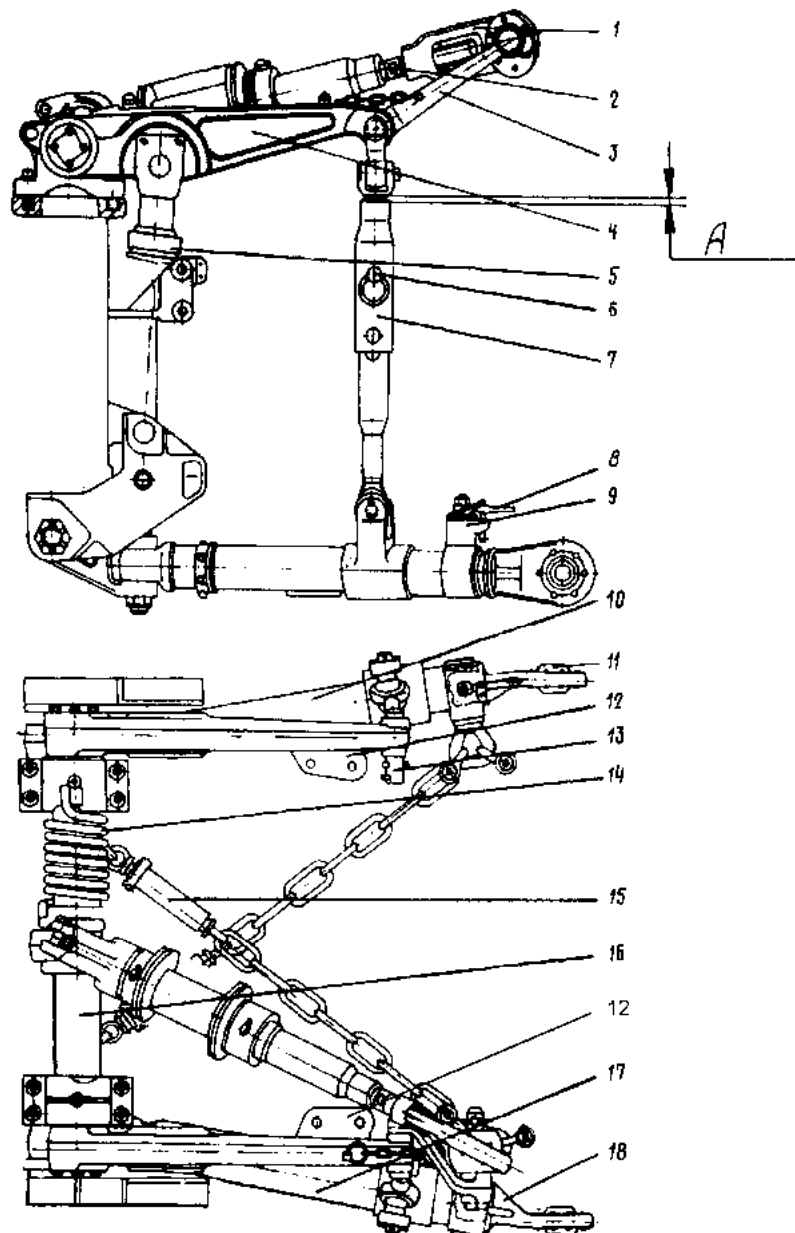

Рис. 72. Навесное устройство
- а) установите навешиваемую машину в рабочее положение на ровной площадке и подъезжайте плавно задним ходом так, чтобы задние шарниры 11 (рис. 72) выдвигаемых тяг 18 подошли к пальцам на раме машины;
Гидрофицированный крюк (рис. 59) обеспечивает соединение трактора с транспортными и транспортно-технологическими средствами. Соединение посредством гидрокрюка, устанавливаемого на площадках 12 (см. рис. 72) навесного устройства, производится следующим образом:
Прицепная скоба устанавливается в шарниры 11 (см. рис. 72) нижних тяг 10, 17 навесного устройства и крепится чеками. При этом длина вертикальных раскосов должна быть отрегулирована таким образом, чтобы пальцы, соединяющие наружную и внутреннюю трубы, проходили через нижнее отверстие наружной трубы и верхнее отверстие внутренней трубы. Она устанавливается на высоте 400—500 мм от поверхности грунта до нижней плоскости зева скобы.